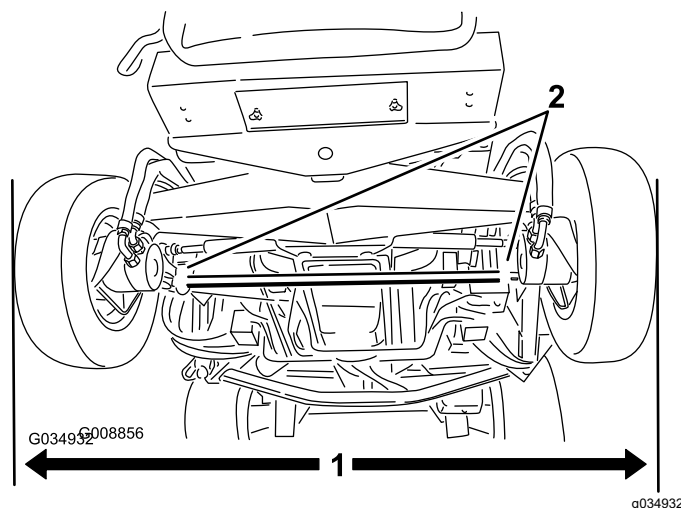

Figura 84
1. Con las ruedas traseras enderezadas, mida la distancia exterior (a la altura del eje) en la parte delantera y trasera de las ruedas traseras (Figura 84).
2. Para ajustar la convergencia, afloje las abrazaderas en ambos extremos de las bielas (Figura 84).